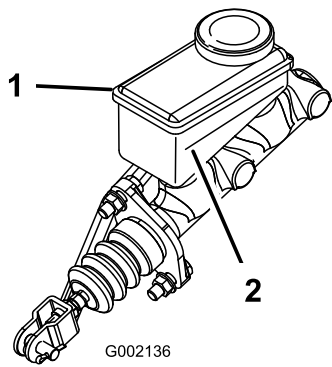

Figura 36
3. Mire el lateral del depósito. El nivel debe estar por encima de la línea Mínimo (Figura 36). Si el nivel de líquido es bajo, limpie la zona alrededor del tapón, retire el tapón y llene el depósito hasta que el nivel esté por encima de la línea Mínimo. No llene demasiado.